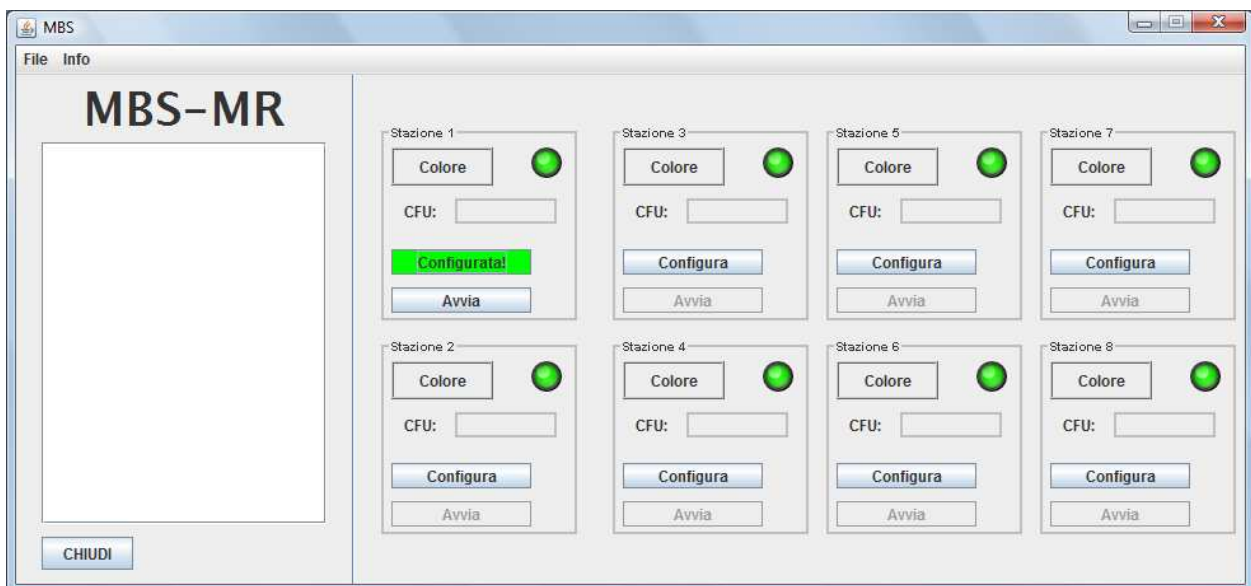

Fig. 16. MBS-MR – Interfaccia utente, stazione configurata
- A questo punto la stazione risulta configurata, il pulsante "Configura" cambia in "Configurata!" e assume il colore verde (fig. 16).